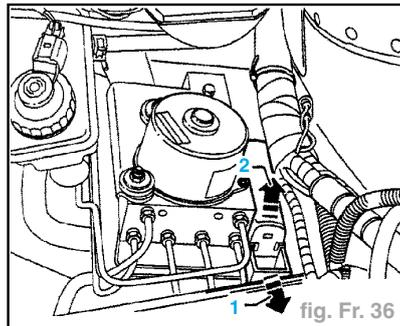

fig. Fr. 36
- Dévisser le support de l'appareil de commande (1).
- Dévisser le revêtement de batterie avec le vase d'expansion du système de refroidissement (3) et les ranger de côté, ne pas ouvrir le système de refroidissement.
- Déverrouiller la fiche de l'appareil de commande (1) et la débrancher (2) (fig. Fr. 36).